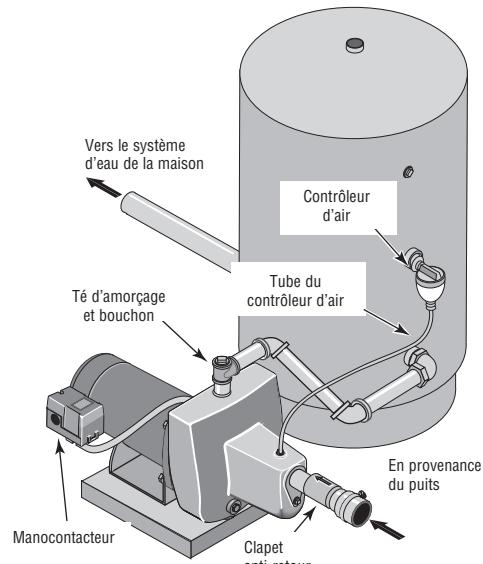

Figure 5 : Branchements sur un réservoir standard
BRANCHEMENT SUR UN RÉSERVOIR STANDARD (Figure 5)
1. Poser un té dans l'orifice de refoulement de la pompe (voir la Figure 5).
3. Déposer le bouchon fileté de 1/8 de pouce NPT de l'orifice du contrôleur d'air de la pompe (voir la Figure 5). Poser un tube entre l'orifice du contrôleur d'air (voir la Figure 5) de la pompe et l'orifice du contrôleur d'air monté sur le réservoir. Pour plus de détails, se reporter aux instructions fournies avec le réservoir et le contrôleur d'air. L'emplacement de l'orifice du contrôleur d'air variera en fonction du modèle de pompe (se reporter aux vues éclatées, page 24).